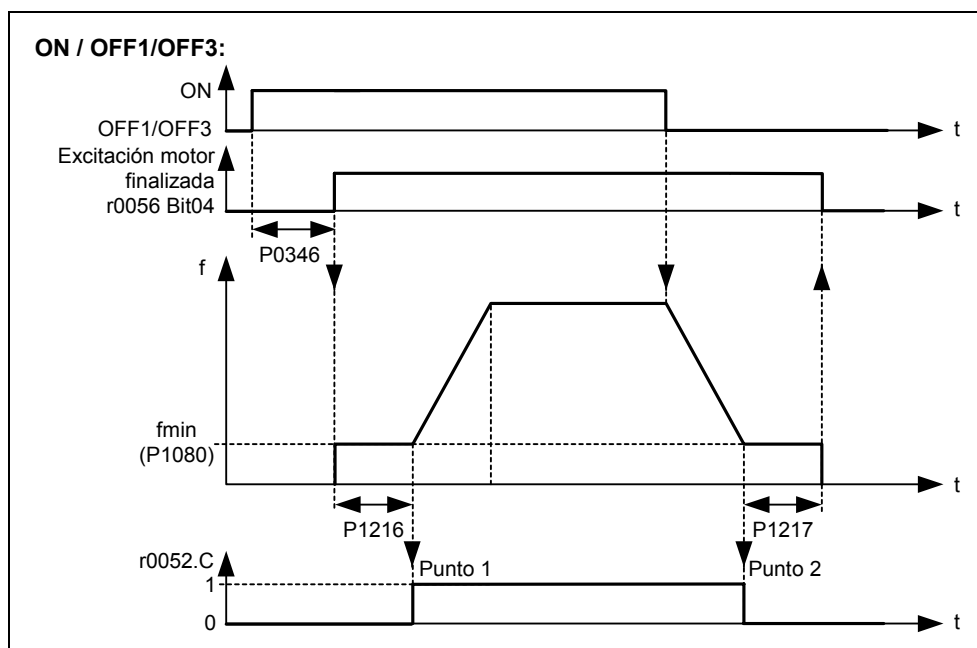
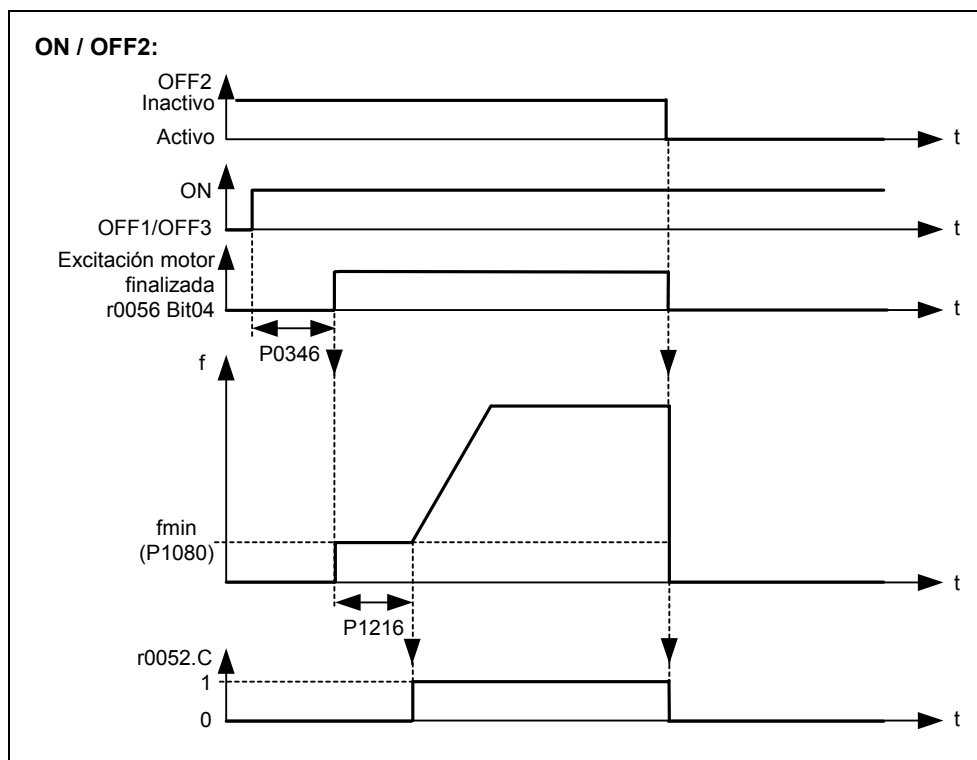

Figura 3-58 Freno de mantenimiento del motor después de ON / OFF1
Figura 3-59 Freno de mantenimiento del motor por OFF2
Antes de abrir el freno se tienen que desbloquear los impulsos y aplicar corriente para que el accionamiento se mantenga en la posición que posee. La corriente aplicada se determina mediante la frecuencia mínima P1080. Uno de los valores usuales es el de deslizamiento nominal del motor r0330. Para proteger el freno de mantenimiento del motor permanentemente contra daños, se tienen que airear los frenos antes de que el motor gire (tiempo de aireación 35 ms ... 500 ms). Este retardo se tiene que tomar en cuenta en el parámetro P1216 "retardo apertura de freno de mantenimiento"(véase Figura 3-58).
El freno de mantenimiento del motor se cierra con OFF1 / OFF3 o OFF2. Cuando se hace con OFF1 / OFF3 y el motor desacelera hasta alcanzar la frecuencia mínima P1080 y la mantiene hasta que el freno se activa (de 15 ms a 300 ms). El tiempo se ajusta en el parámetro P1217 "tiempo de cierre tras deceleración" (véase Figura 3-58). Si se da la orden OFF2, la señal de estado r0052 bit 12 "freno de mantenimiento del motor activo" se resetea, independientemente del estado del accionamiento. O sea el freno se cierra inmediatamente después de activar la orden OFF2 (véase Figura 3-59).
- ◆ Para abrir y cerrar el freno, la salida digital acciona en el punto 1/2 (véase Figura 3-58) el freno de mantenimiento del motor. Requisitos son que se haya habilitado la función con P1215 y la fuente para seleccionar el freno de mantenimiento del motor sea la salida digital.